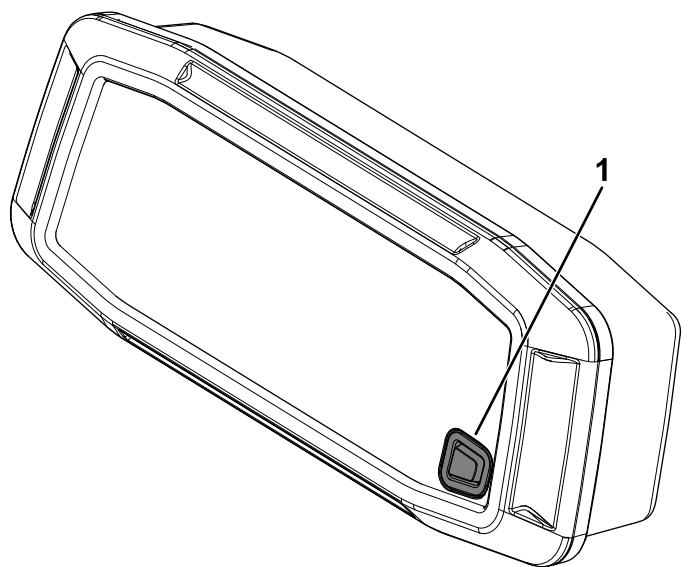

Figura 72
1. Premete e mantenete premuto il pulsante (Figura 72) per almeno 10 secondi.